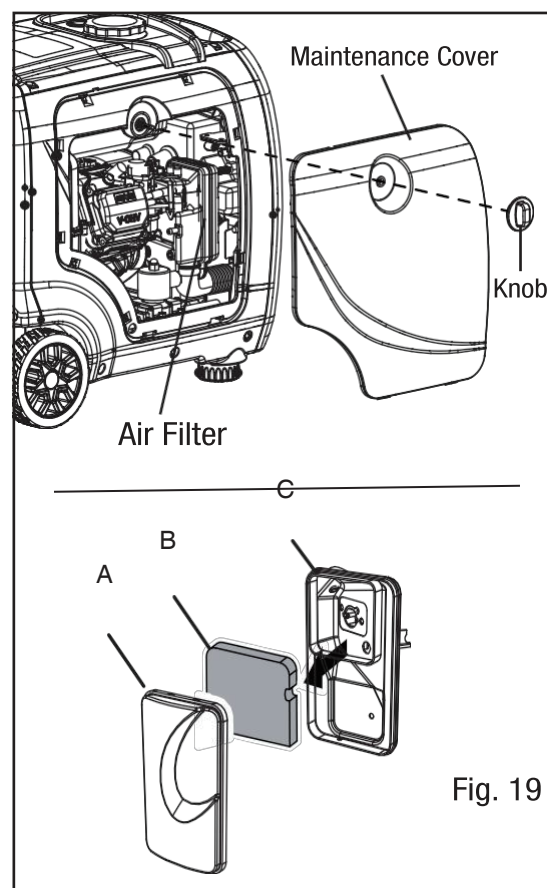

Fig. 19
2. Retirez le couvercle du filtre à air (Fig. 19). Retirez l'élément de filtre à air en forme d'éponge de son boîtier. Essuyez l'excès d'huile et toute saleté à l'intérieur du boîtier du filtre à air.
Pour inspecter ou remplacer la bougie d'allumage : Unscrew the maintenance cover knob, and remove the cover from the side panel (Fig. 19).
1. Dévissez le bouton du couvercle d'entretien et retirez le couvercle du panneau latéral (Fig. 19).